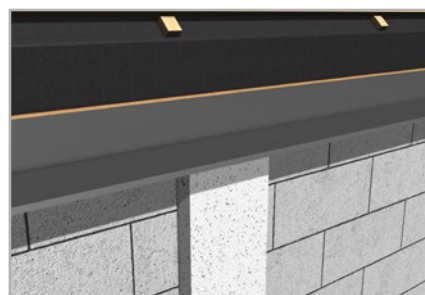
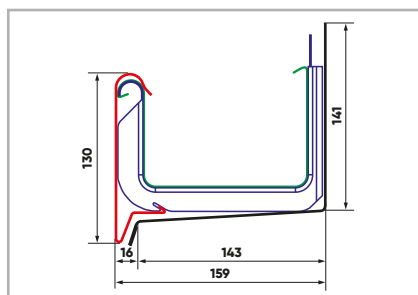

fig. 3
fig. 4
- 3.6 Perforația se izolează cu material termoizolant (fig. 3)
- 3.7 Pentru funcționarea adecvată a sistemului este necesară montarea centurii sub jgheab, care este unul din elementele de sistem disponibile în oferta Galeco – cu lungimea de 2 metri liniari (fig. 3). Centura de montat sub jgheab poate fi executată și individual (fig. 4, 5)